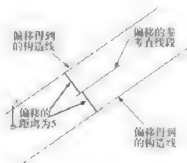

图 3-17
(5) “偏移(O)”参数选项:主要作用是根据用户指定的距离和偏移直线来绘制结构线,效果如图 3-17 所示。